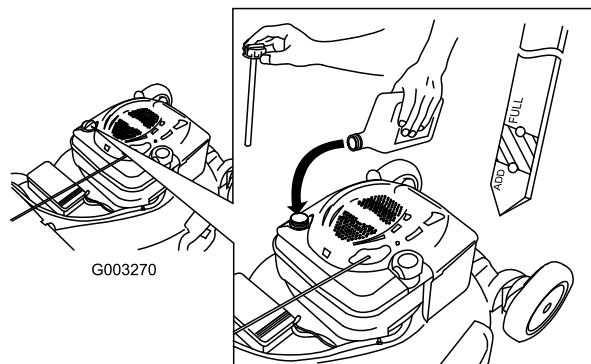

Figura 46
4. Versate **lentamente** l'olio nel tubo di riempimento finché non raggiunge il segno di pieno sull'asta (Figura 46). **Non riempite troppo.** (Riempimento massimo: 0,59 litri, tipo: olio detergente SAE 30 con service classification API SF, SG, SH, SJ, SL o superiore.)